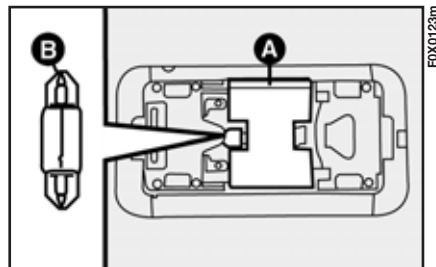

fig. 143
- aprire il riflettente A-fig. 143 e sostituire la lampada cilindrica B disimpegnandola dai relativi contatti laterali.